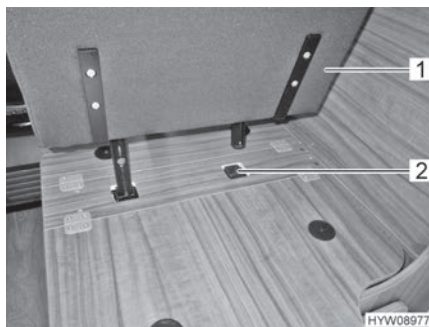

Fig. 35 Inserire il sedile installabile nel supporto
- Inserire il sedile installabile (Fig. 35,1) nel supporto (Fig. 35,2).